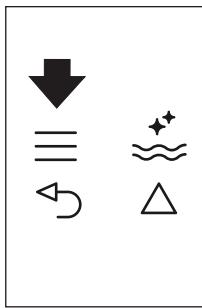
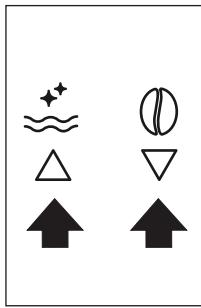

Fig. 22
Fig. 9
- Apăsați pe pictograma (B2) pentru a accesa meniul (Fig. 22), apoi apăsați pe pictogramele (B7) și (B8) (Fig. 9) până când se afișează mesajul „PROGRAM CAPPUCINO”.
- Apăsați pe pictograma SET (SETARE)  $\equiv$  (B2) pentru a accesa meniul (Fig. 22) sau apăsați pe pictogramele  $\triangle \downarrow$  (B7) și (B8) (Fig. 9) până când se afișează mesajul „PROGRAM CAPPUCCINO”.
- Apăsați pe pictograma **ok** (B9) pentru a confirma, apoi pe pictogramele (B7) și (B8) (Fig. 9) până când se afișează mesajul „COFFEE FOR CAPPUCC.” (CAFEA PENTRU CAPPUCC.).